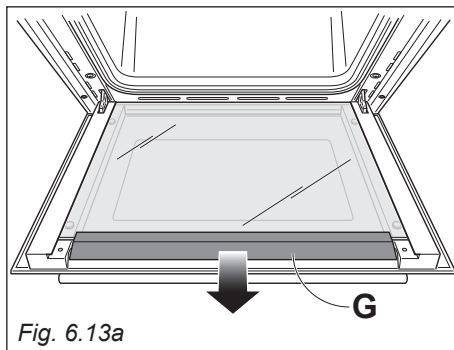

Fig. 6.13a
- Sfilare delicatamente il profilo superiore "G" della porta (fig. 6.13a).